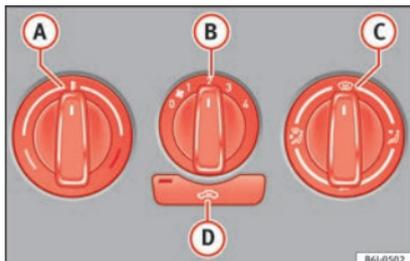

Fig. 165 Comandi del riscaldamento sulla plancia portastrumenti.
- Con le manopole **A**, **B** e **C** » fig. 165 si regolano la temperatura, il livello di potenza del ventilatore e il flusso d'aria.
- Premere il tasto **D** » fig. 165, la spia integrata nel tasto si illumina.
Se la manopola **C** » fig. 165 è in posizione di sbrinamento, la sponda di ricircolo sarà sempre aperta permettendo l'ingresso dell'aria dall'esterno.
- Ruotare verso sinistra la manopola di regolazione della temperatura » fig. 165 **A**.
- Ruotare verso destra la manopola di regolazione della temperatura » fig. 165 **A**, portandola sul livello desiderato.
- Ruotare verso destra la manopola di regolazione della temperatura » fig. 165 **A**, portandola sul livello di riscaldamento massimo.
- Girare la manopola della temperatura » fig. 165 **A**, portandola nel settore del riscaldamento.